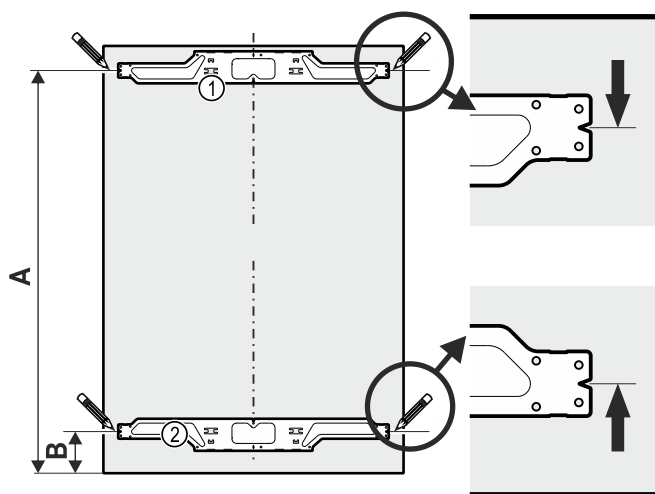

Fig. 32
- Contrassegnare una linea alla distanza Fig. 32 (A).
- Contrassegnare una linea alla distanza Fig. 32 (B) dal lato inferiore della parte frontale del mobile.
- Allineare la staffa di fissaggio superiore Fig. 32 (1) alla distanza Fig. 32 (A) e montarla con almeno sei viti 4x14.
- Allineare la staffa di fissaggio inferiore Fig. 32 (2) alla distanza Fig. 32 (B) e montarla con almeno sei viti 4x14.